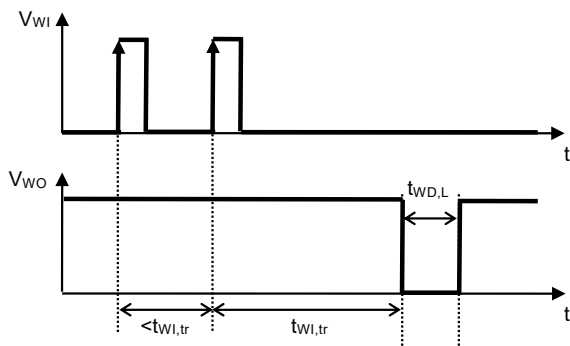

图11 看门狗触发时间
- \*1. 看门狗定时器进行超时或双脉冲检测后, WO端子保持 "L" 的时间 (参阅图11)。此值可以通过 $C_{DLY}$ 的电容值进行更改。
\*2. 从看门狗定时器开始进行触发信号检测后, 到检测出超时, 并且WO端子输出变化为 "L" 为止的时间 (参阅图11)。此值可以通过 $C_{DLY}$ 的电容值进行更改。